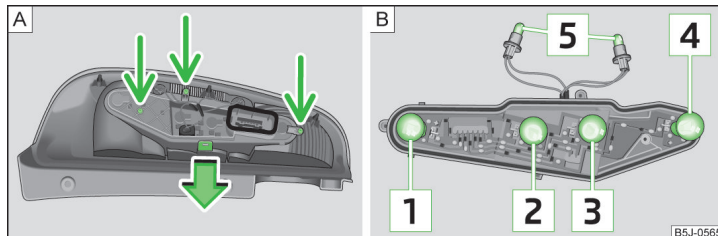

Abb. 166 Leuchtenmittelteil ausbauen / Glühlampenanzordnung
Glühlampenanzordnung in der Rückleuchte » Abb. 166.
- Um die Glühlampen zu erreichen, den Leuchtenmittelteil abschrauben und die Verrastung abdrücken » Abb. 166 - A.
- Die defekte Glühlampe 1, 2, 3 oder 4 » Abb. 166 aus der Fassung herausnehmen und eine neue Glühlampe einsetzen.